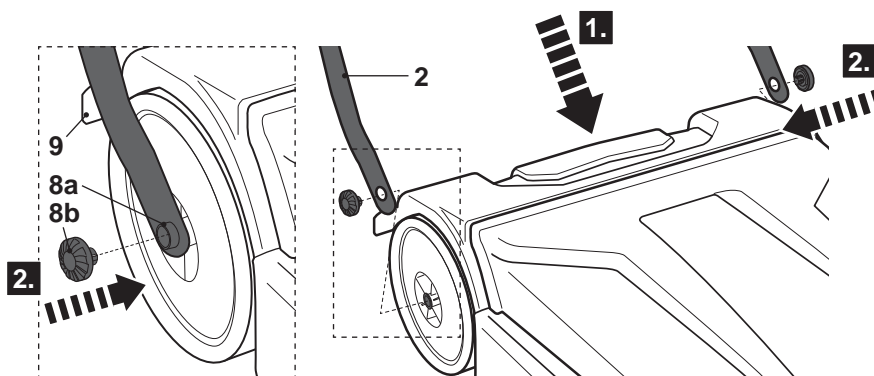

Fig. 2
- > Accrochez les trous sur les extrémités de la barre inférieure de la poignée [2] sur l'essieu [8a] (Fig. 2, étape 1).
- > Fixez les capuchons [8b] sur l'essieu [8a] et poussez-les à fin de course (Fig. 2, étape 2).